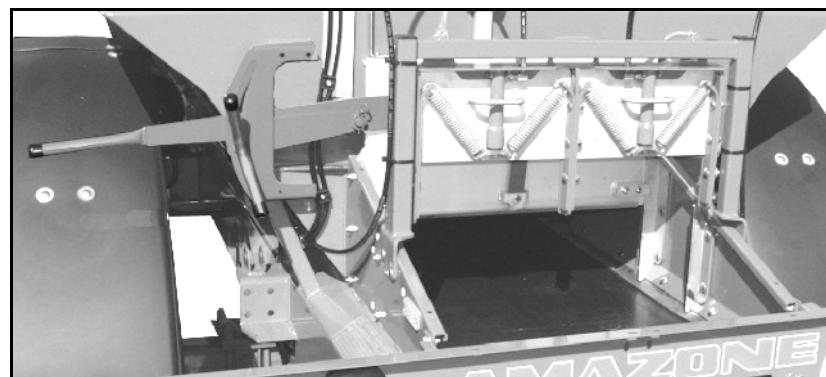

Fig. 23
Après avoir introduit la largeur de travail, le volume nominal, la vitesse prévue et la densité, réglez la position principale de trappe conseillée sur le **ZG-B** (Fig. 23).
6. Prédosez jusqu'à ce que l'engrais ait atteint l'extrémité de la bande de fond (Fig. 23).